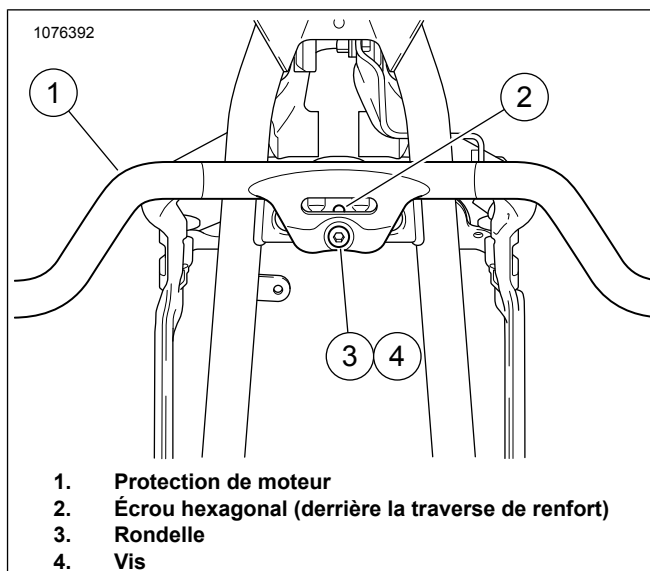

Figure 3. Bride de montage de protection de moteur (en haut au centre)
4. See Figure 3. Immobiliser la protection de moteur (1) en position en alignant le trou de la bride de montage centrale supérieure du garde-boue avec le trou de la traverse située entre les tubes descendants avant juste au-dessous de la colonne de direction.
5. Poser une rondelle plate (3) sur les filets de vis et insérer la vis (4) dans les trous à partir de l'avant. Visser l'écrou hexagonal (2) sur la vis. Serrer à la main.